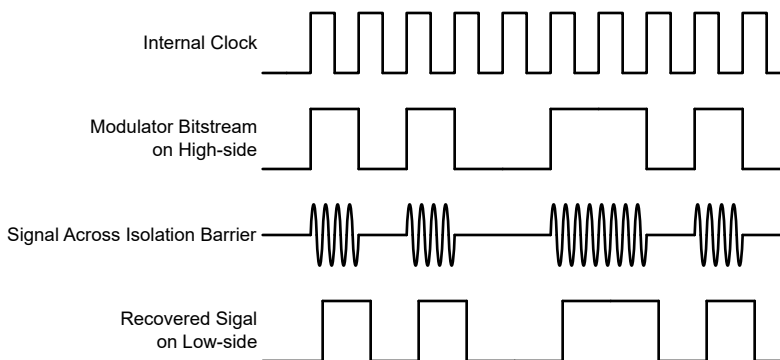

図 7-1. OOK ベースの変調方式
図 7-1 に示されているように、AMC0x11S-Q1 は、オン / オフ キーイング (OOK) 変調方式を使用して、変調器の出力ビットストリームを、 SiO_2 ベースの絶縁膜間で伝送します。送信ドライバ (TX) を 機能ブロック図 示します。TX は、内部で生成された高周波キャリアを絶縁バリア越しに送信し、デジタル 1 を表現します。ただし、TX はデジタル 0 を表す信号を送信しません。AMC0x11S-Q1 で使用されるキャリアの公称周波数は 480MHz です。